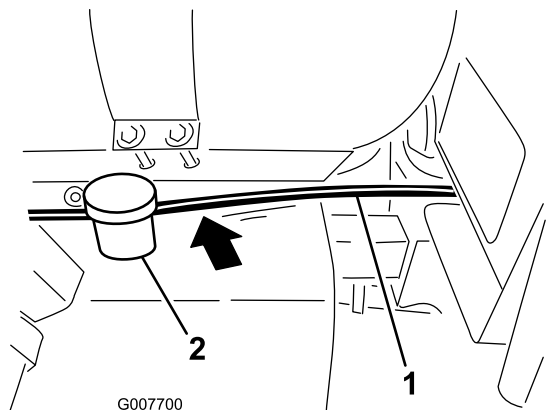

Figura 13
2. Encaminhe o tubo do suporte do marcador de espuma, por baixo do depósito de produtos químicos e por detrás do depósito de combustível, juntamente com a cablagem existente na área sob a caixa do banco (Figura 13).